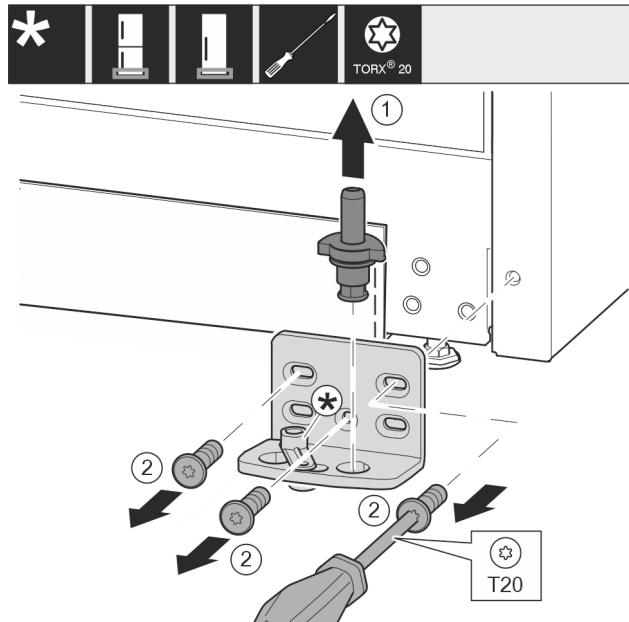

Fig. 12
- Извадете изцяло нагоре лагерния болт Fig. 12 (1).
- Отвийте винтовете Fig. 12 (2) с отвертка и свалете лагерната стойка.